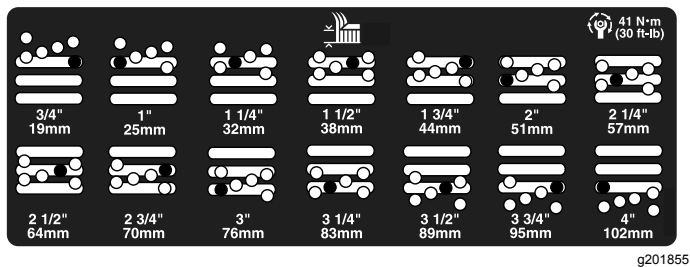

图22
- 将切割腔移至所需的剪草高度然后将隔片安装至指定的剪草高度孔和槽图22。